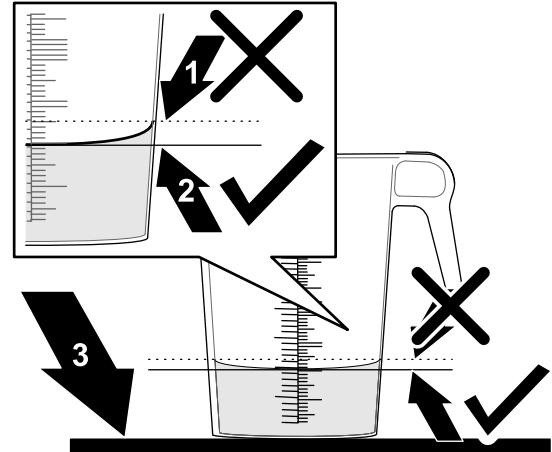

図 47
6. 目盛り付き容器を水平な場所において回収された水量を調べる 図 47